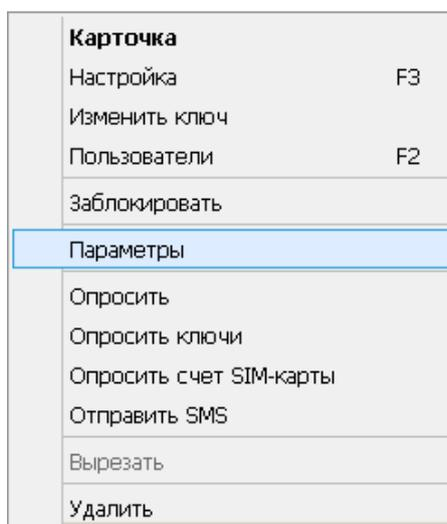

Рисунок 5.95. Контекстное меню GSM-устройства
- **Параметры** (рисунок 5.95). Опция служит для задания дополнительных настроек GSM-устройства (рисунок 5.96).